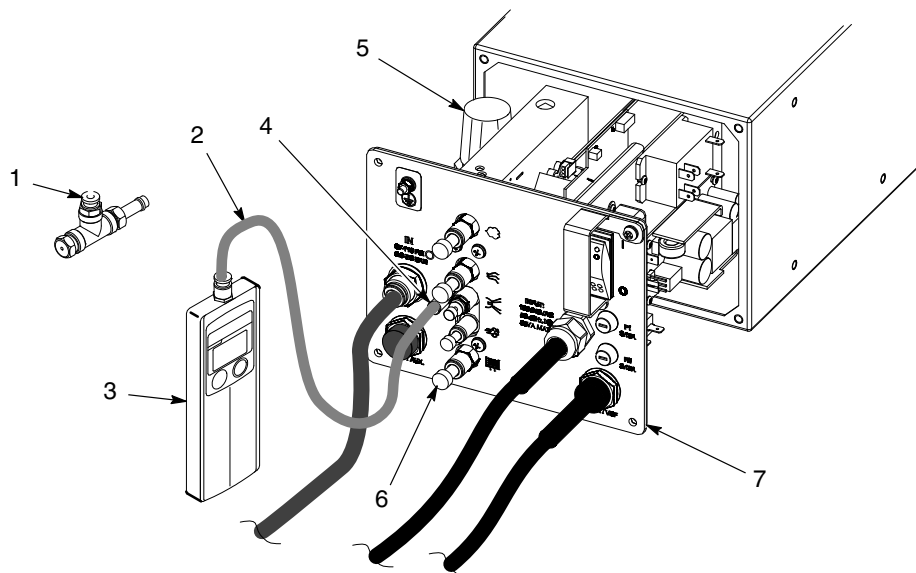

Figura 6-12 Regolazione del regolatore
1. Vedi figura 6-12. Estrarre il sottopannello (7) e allontanarlo dall'alloggiamento dell'unità di alimentazione abbastanza da poter accedere al regolatore.
2. Scollegare il tubo da 4 mm di pulizia dell'aria dell'elettrodo dall'unità di alimentazione. Scollegare i tubi dell'aria di flusso, nebulizzazione, spurgo e fluidizzante, quindi tappare i raccordi con tappi da 8 mm e da 6 mm (6).
3. Scollegare il tubo da 4 mm dell'aria del manometro (2) dal gruppo orifizio (1) e collegare il tubo al raccordo di pulizia aria dell'elettrodo (4).
6. Tirare fuori la manopola del regolatore (5) e regolarlo su un valore leggermente a 85 psi (5,86 bar). Il valore sul manometro può occasionalmente salire di colpo, ma non scende mai sotto 85